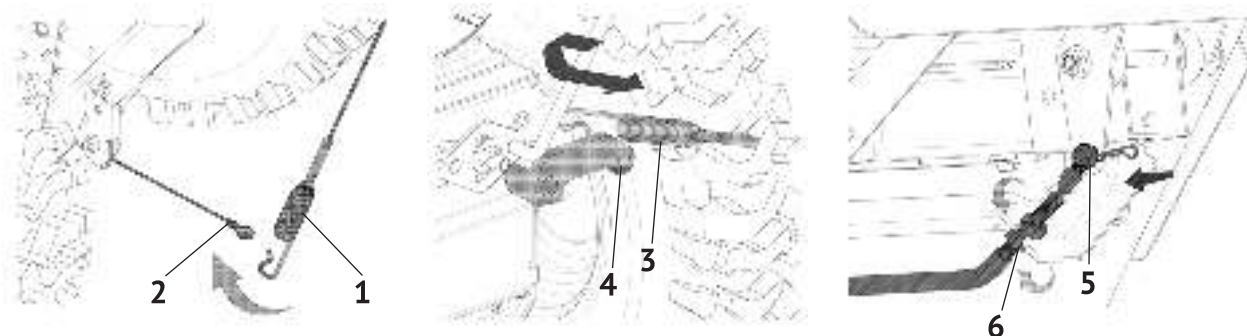

рис.5
- установите тягу привода шнека (рис.5 поз. 1) в кольцо троса привода на левой стороне корпуса трансмиссии (рис.5 поз.2)
- установите тягу привода колёс (рис.5 поз.3) с правой стороны корпуса трансмиссии в кронштейн привода (рис. 5 поз.4)
- поднимите вторые концы тяги с к панели управления к соответствующим рычагам и зафиксируйте их шплинтами на нижней части рычага (рис.5 поз.5). Натяжение или ослабление троса регулируется гайками (рис.5 поз.6)